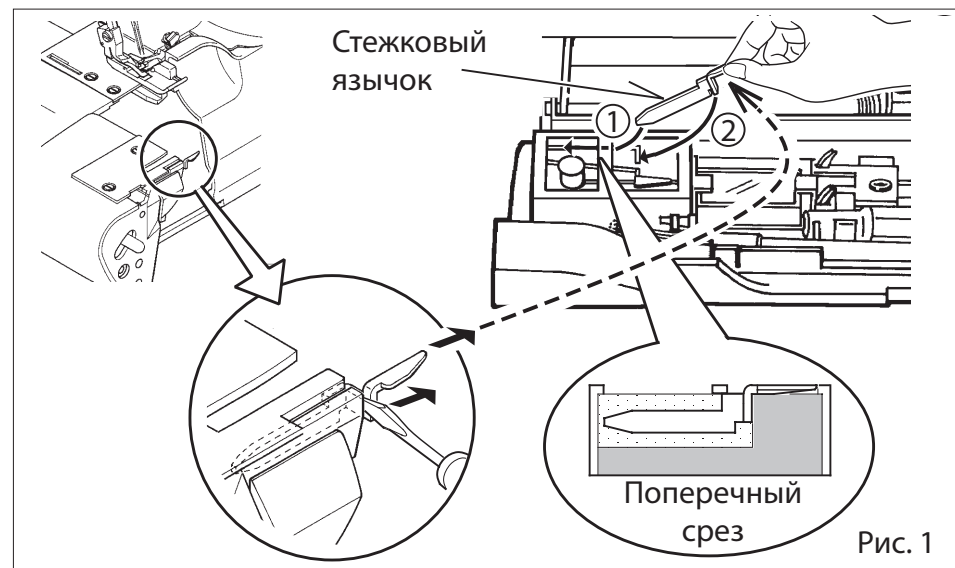

Рис. 1
2. После окончания установите стежковый язычок на его место. Убедитесь, что он вставлен глубоко, как показано на Рис. 1.